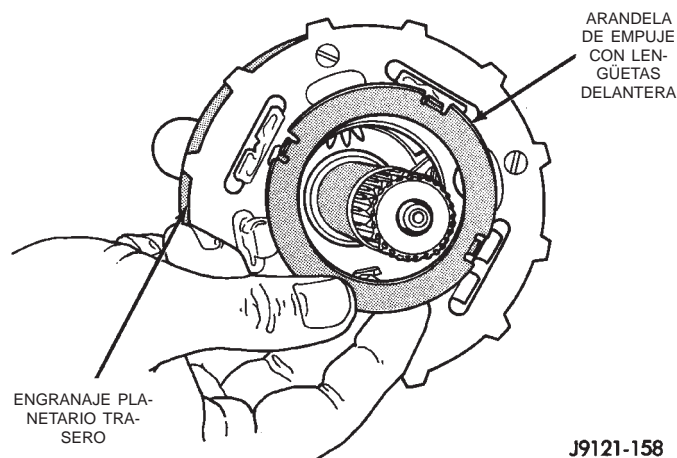

Fig. 154 Instalación de la arandela de empuje delantera del planetario trasero
(6) Instale la arandela de empuje delantera en el engranaje planetario trasero (Fig. 154). Utilice suficiente vaselina como para mantener la arandela en el engranaje. Asegúrese de que las cuatro lengüetas de la arandela estén asentadas en las muescas.